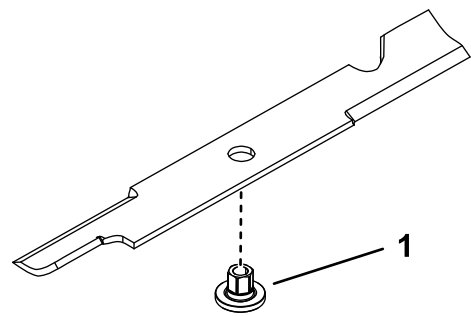

Figure 76
1. Insérez la douille dans la lame en plaçant l'embase sur le côté inférieur (côté herbe) de la lame (Figure 76).